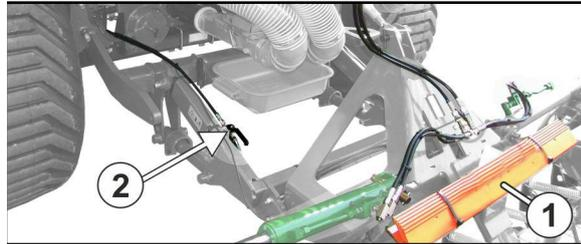

Fig. 101
3. Exaktstriegel mit Verkehrssicherungsleisten (Fig. 101/1) abdecken.
5. Absperrhahn (Fig. 101/ 2) schließen.